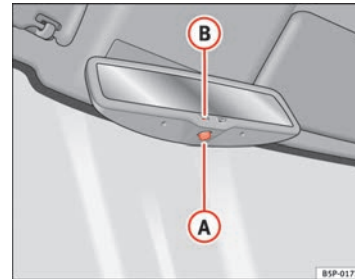

Abb. 88 Automatisch abblendbarer Innenspiegel
- Drücken Sie die Taste **(A)** ⇒ Abb. 88. Die Kontrollleuchte **(B)** erlischt.
- Drücken Sie die Taste **(A)** ⇒ Abb. 88. Die Kontrollleuchte leuchtet auf.